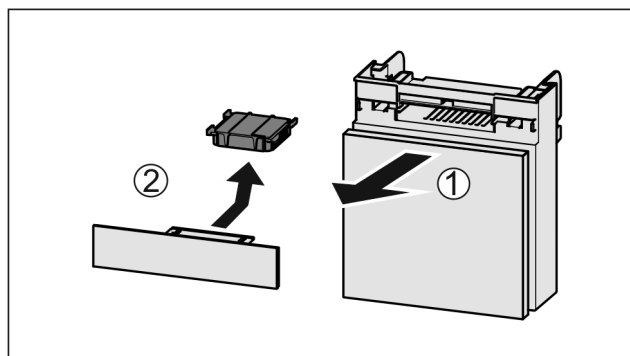

Fig. 48
- 向前拉出 Fig. 48 (1) 抽屉。
- 取出 Fig. 48 (2) 活性炭过滤器。